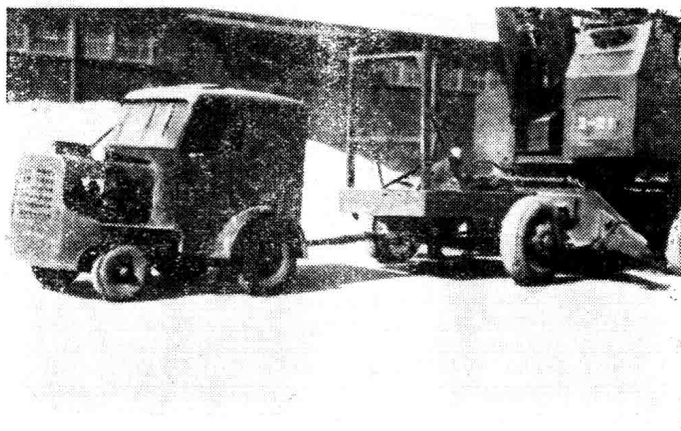

图 13
(1) 拖车、吊车司机要相互配合。事先了解拖带路线、行驶途中障碍物、目的地、吊车停放位置等情况。
(2) 行驶途中如遇有架空电线的，应预先松下吊杆。
(3) 行驶穿档，应注意电吊左右两边的支腿脚，以防碰撞（图13）。
(4) 电吊拖带到目的地后，应正确地进入停放位置。